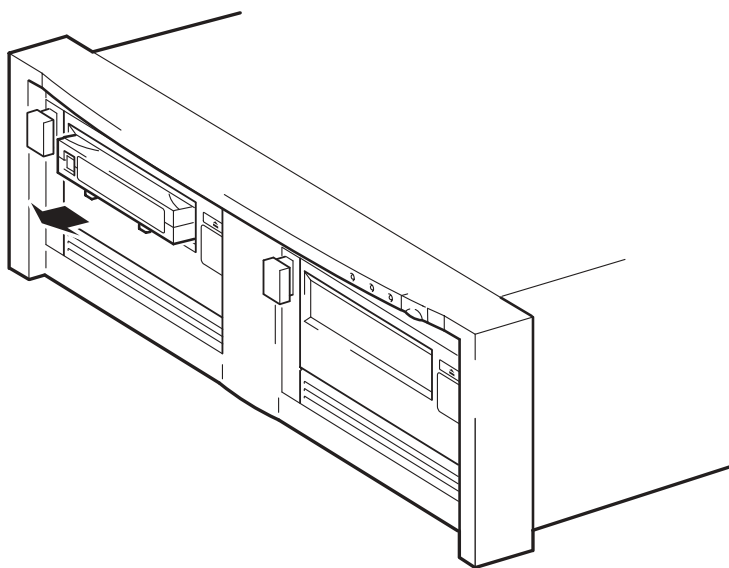

Figura 6b: descarregar um cartucho
- 1 Pressione o botão de ejetar no painel frontal. (Consulte a Figura 6b.)